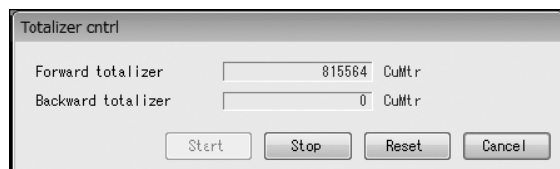

図3-75
- ① メニューの「Diag/Service (T)」をクリックし、「Totalizer cntrl」を選び再度クリックします。
- ② 次のウィンドウ (図3-75) が表示されます。